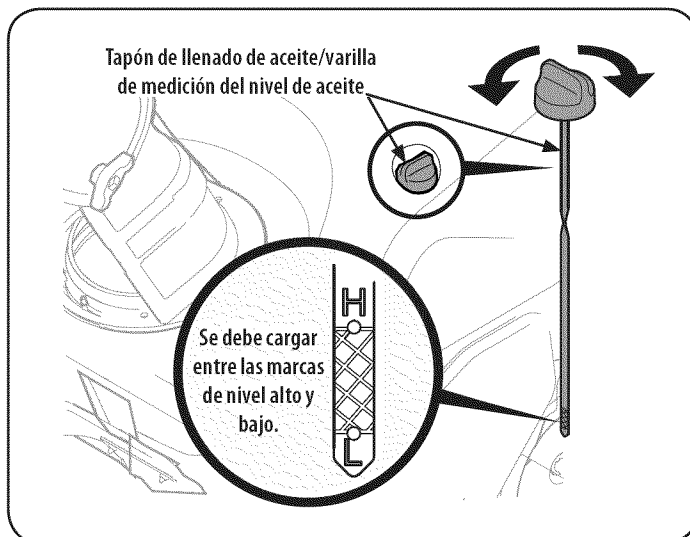

Figura 11
2. Retire el tapón de llenado/varilla de medición de aceite y limpie bien la varilla. Vea la Figura 11.
4. Saque el tapón / la varilla de medición de aceite. Si el nivel es bajo, agregue lentamente aceite hasta que el nivel registrado esté en un punto intermedio entre alto (H) y bajo (L), Figura 11.